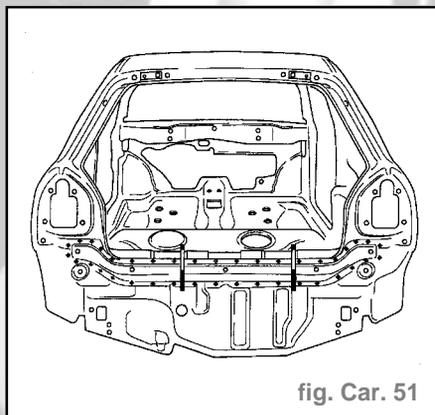

fig. Car. 51
- Dégrafer l'accostage d'origine (fig. Car. 51).